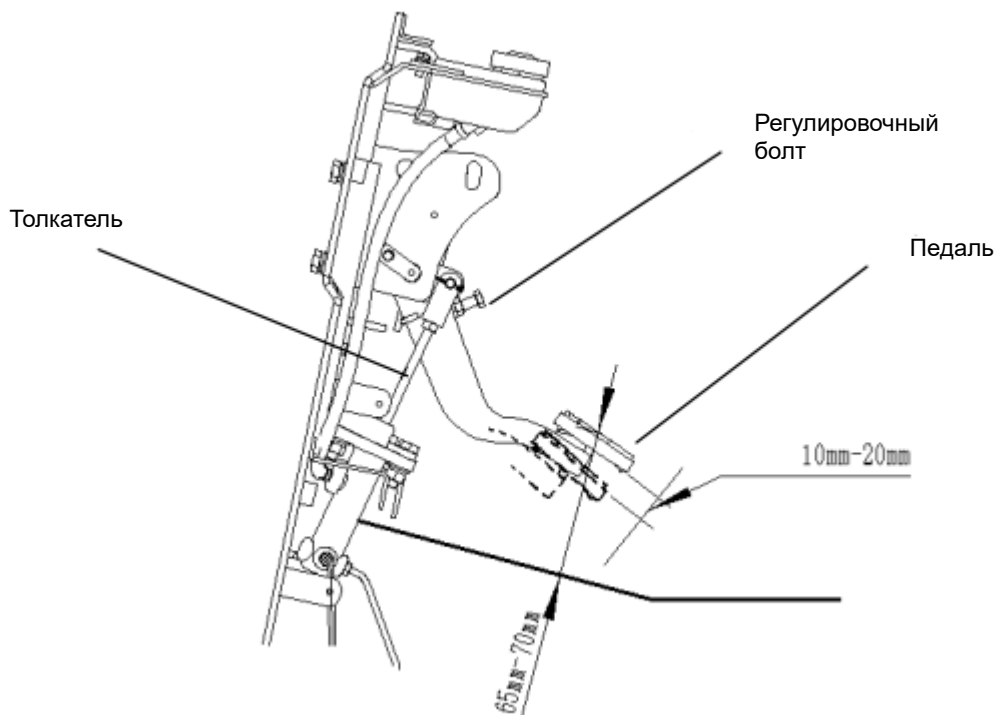

Рисунок 2-12
- (1) Освободите рычаг;
- (2) При помощи регулировочного болта отрегулируйте высоту педали, как показано на Рис. 2-12;
- (3) отрегулируйте длину толкателя таким образом, чтобы его конец касался поршня основного гидроцилиндра. Затем поверните назад на 1-2 оборота, чтобы гарантировать свободный ход педали порядка 10-20 мм;
- (4) Затяните гайки толкателя и болта регулировки высоты педали.